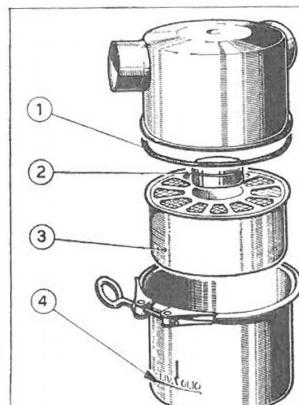
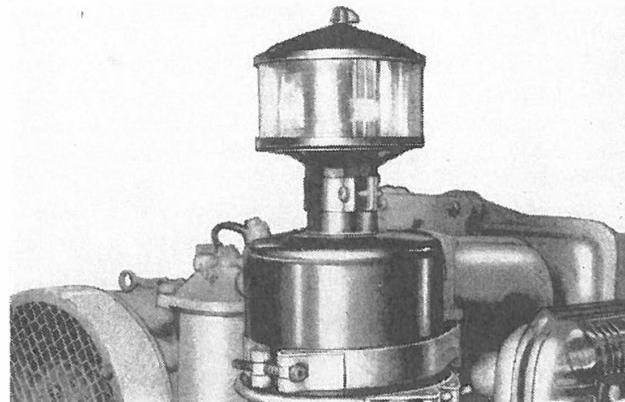

Fig. 17
Fig. 19
Smontare e sostituire l'anello di tenuta (1) e il distanziale in gomma (2) se danneggiati (Fig. 17). Controllare che l'anello OR sul supporto filtro sia integro. Lavare l'elemento filtrante (3) con petrolio o solvente e sostituirlo se le maglie metalliche sono intasate o lesionate. Pulire la vaschetta con petrolio e riempirla con olio pulito sino al livello (4).
In relazione alla applicazione o per motori destinati a funzionare in ambienti polverosi sono previsti filtri di grande capacità o con prefiltro a ciclone (Fig. 19).
Disassemble and replace seal ring (1) and rubber spacer (2) if damaged (Fig. 17). Check that O ring on filter support is in perfect condition. Wash filter element (3) with kerosene or solvent and replace it if metal screen is clogged or damaged. Clean bowl with kerosene, and fill with clean oil up to level (4). Engines operating under dusty conditions require special high capacity filters or with cyclonic prefilters (Fig. 19).
Démonter et remplacer le joint d'étanchéité (1) et l'entretoise en caoutchouc (2) s'ils sont endommagés (fig.17). Vérifier l'état de l'anneau OR sur support de filtre. Laver l'élément filtrant (3) avec du pétrole ou solvant et le remplacer si le tamis métallique est encastré ou détérioré. Nettoyer la cuve avec du pétrole et la remplir avec de l'huile neuve jusqu'au niveau (4).
Compte tenu de l'application ou pour les moteurs devant fonctionner dans un milieu poussiéreux, sont prévus des filtres de grande capacité ou avec pré-filtre centrifuge (fig.19).